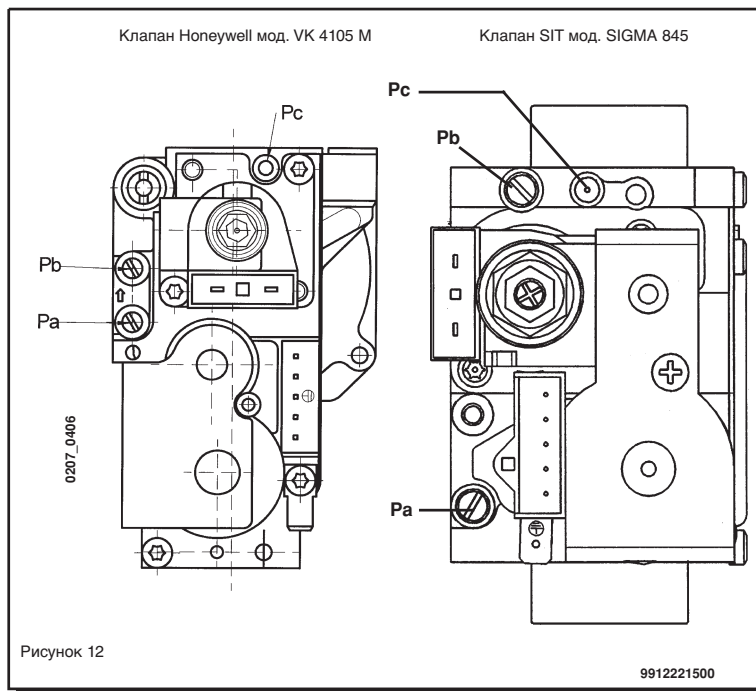

Рисунок 12
Порядок настройки регулятора давления слегка отличается в зависимости от типа используемого газового клапана (HONEYWELL или SIT, см. рис. 12).
- Присоединить линию положительного давления дифференциального манометра, желательного водяного типа, к точке отбора давления (Pb) газового клапана (см. рис. 12). Если котел имеет герметичную камеру, приделать к линии отрицательного давления того же дифманометра подходящий тройник, позволяющий соединить между собой уравнивательную линию котла, уравнивательную линию газового клапана (Pc) и сам манометр. (Чтобы произвести этот замер, можно также подключить манометр к точке отбора давления (Pb) и снять переднюю панель герметичной камеры.) Измерение давления в горелках иными методами может оказаться неверным, так как не учитывается вакуум, создаваемый вентилятором в герметичной камере.
- Проверить, что динамическое давление подачи газа на котел, замеренное в точке отбора давления (Pa) газового клапана (см. рис. 12), равнялось требуемому значению (30 мбар для бутана, 37 мбар для пропана, 20 мбар для природного газа).